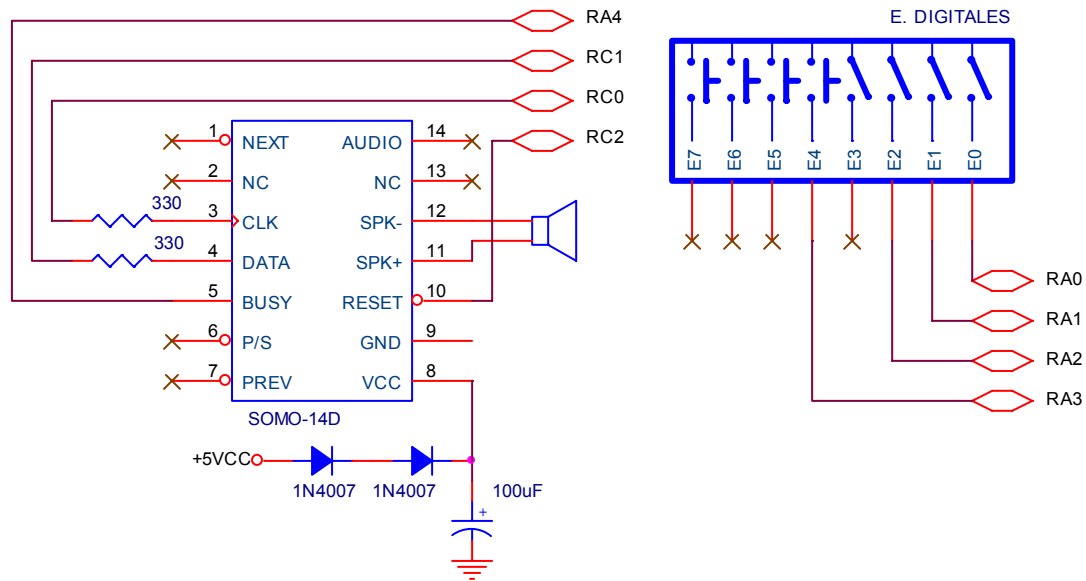

Figura 12. Esquema de conexiones del ejemplo 3
Se muestra en la figura 12. El módulo SOMO-14D se conecta de la misma manera que en los ejemplos anteriores. Además se conectan los interruptores E0:E2 con las entradas RA0:RA2 y a través de ellos se introduce un código binario de 3 bits con un valor que varía desde 0 (000) hasta 7 (111) con el que se regula el volumen de la reproducción. Esta se inicia al pulsar E4 conectado con RA3.